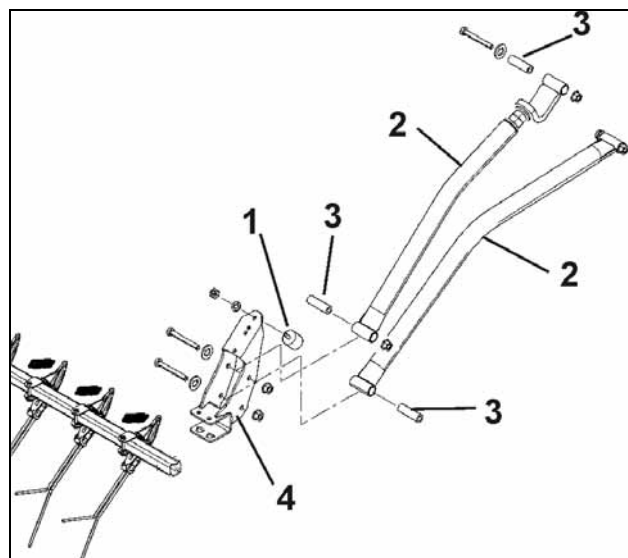
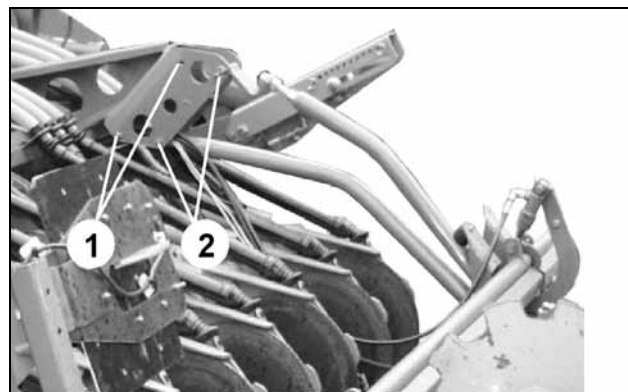

Fig. 38
Fig. 39
- Avvitare il tampone metallico (Fig. 38/1).
- Avvitare i tubi di supporto (Fig. 38/2) con le bussole (Fig. 38/3) ai supporti (Fig. 39/1, 2) e avvitare le tasche (Fig. 38/4) del coprisemi.
- Utilizzare i punti di fissaggio (Fig. 39/1) in caso di impiego dei coltri WS o ROTEC.
- Utilizzare i punti di fissaggio (Fig. 39/2) in caso di impiego dei coltri ROTEC+.